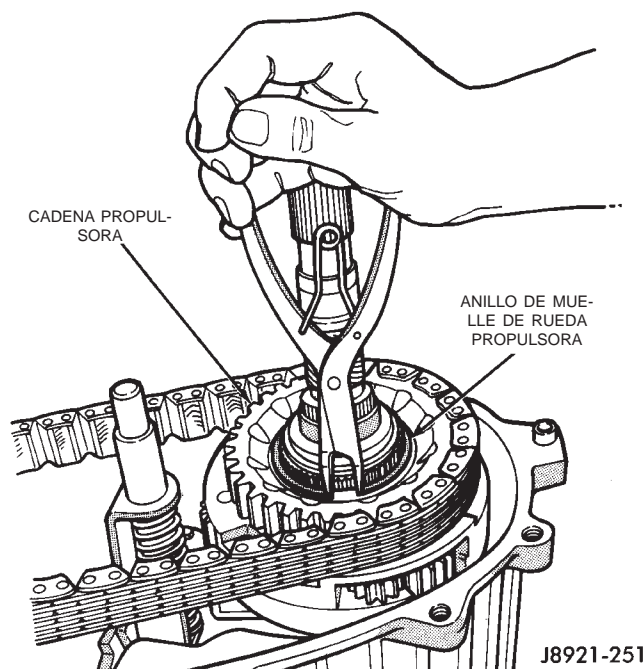

Fig. 23 Desmontaje de anillo de muelle de la rueda propulsora
(1) Retire el anillo de muelle de la cadena propulsora (Fig. 23).